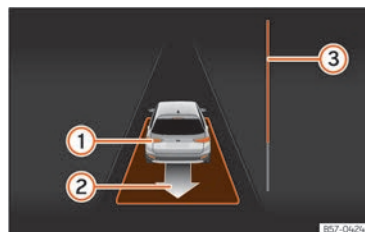

Fig. 128 En la pantalla del cuadro de instrumentos: desaparcicar de un hueco en línea.
- Retroceda hasta que suene la señal continua del ParkPilot; **O BIEN:** dé marcha atrás hasta que en la pantalla del cuadro de instrumentos aparezca la indicación de dar marcha adelante. La barra de progreso **»» fig. 128 ③** indica la distancia que hay que recorrer.